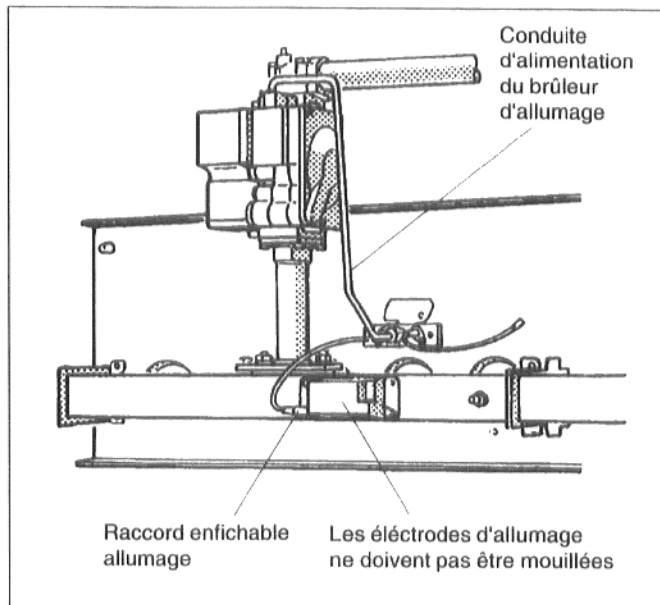

Fig. 44 : Brûleur gaz
- Oter les connecteurs des câbles d'allumage sur les électrodes d'allumage (fig. 44).
- Démonter la conduite de gaz des brûleurs d'allumage (fig. 44).
- Desserrer les deux vis du brûleur d'allumage et retirer ce dernier avec précaution (fig. 44).
- Plonger les rampes du brûleur dans de l'eau additionnée de produit d'entretien et les brosser. A cet effet, veiller à ne mouiller ni le matériau calorifuge sur la plaque du brûleur, ni l'électrode! Le cas échéant, dévisser cette dernière (fig. 44).